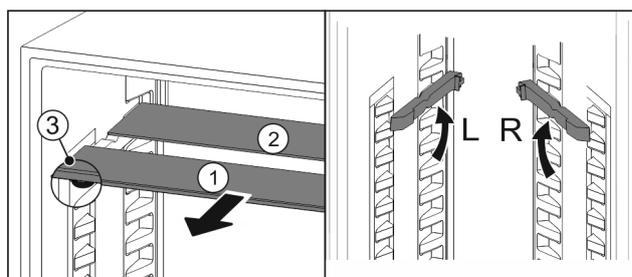

Fig. 69
- Vytiahnite sklenené dosky jednotlivu dopredu Fig. 69 (1).
- ▷ Sklenená doska Fig. 69 (1) s ozdobnou lištou leží vpredu.
- ▷ Zarážky Fig. 69 (3) ukazujú nadol.